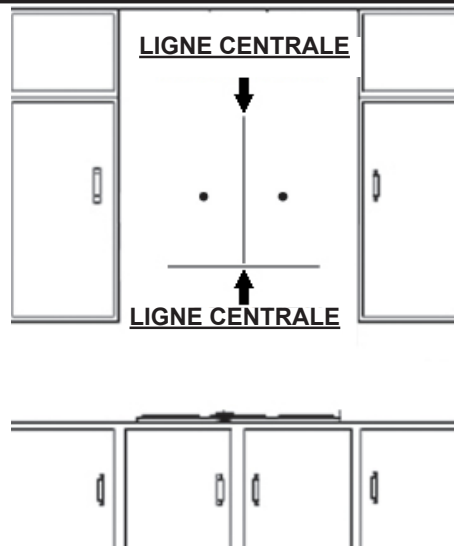

Figure 1.
- Tracez une ligne horizontale à la hauteur d'installation souhaitée - au minimum 30" au-dessus de la table de cuisson. Voir la figure 1.